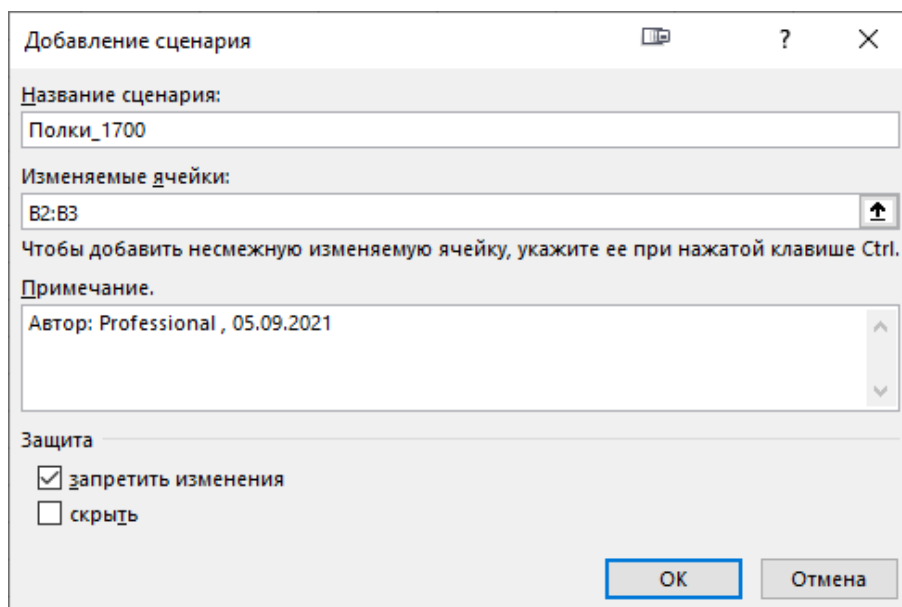

Рис. 11. Создание сценария
3. Нажмите кнопку **Добавить**. В новом окне задайте имя сценарию рис. 11. Обратите внимание на пункт меню **Изменяемые ячейки**. Нажмите кнопку **ОК**.